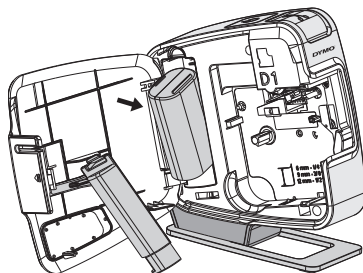

Figura 3
- 2 Retire la cubierta del compartimiento de baterías. Consulte la Figura 3.